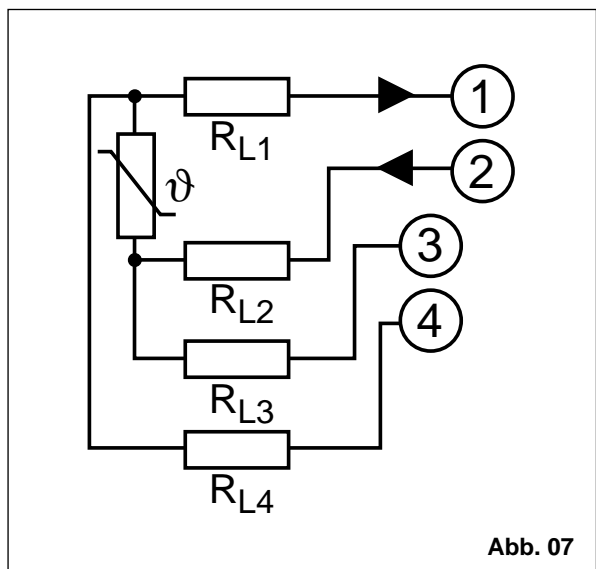

Abb. 07
c) 4-Leiter-Anschluß (Abb. 07)